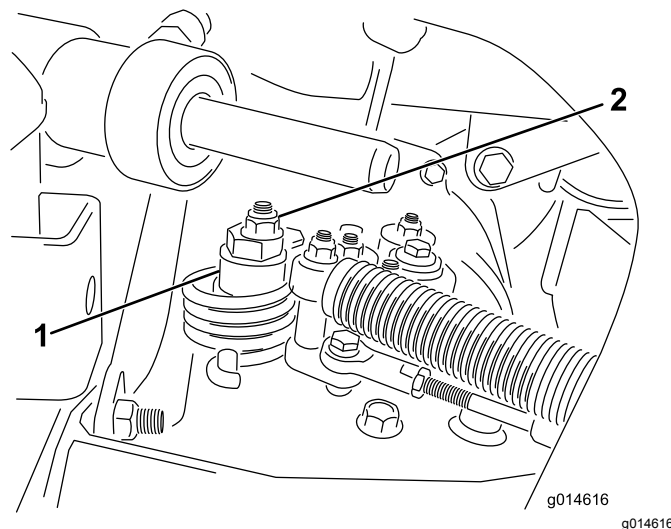

Figura 34
- A. Allentate il dado che fissa l'eccentrico alla parte superiore dell'igrostat (Figura 34).
- C. Fate girare l'eccentrico finché non riscontrate movimenti in alcuna direzione. Quando la ruota cessa di girare, serrate il dado di bloccaggio dell'eccentrico per mantenere la messa a punto (Figura 34). Verificate la regolazione portando l'acceleratore in posizione di MINIMA e MASSIMA.